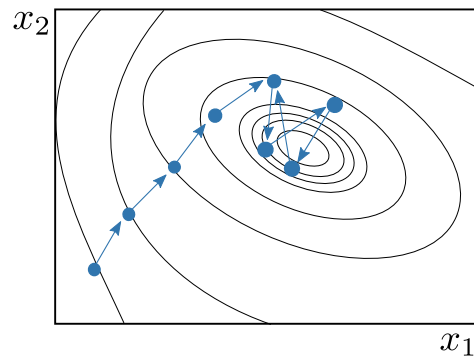

Abbildung 3: Überspringen des Optimums
- $\lambda$  zu groß  $\rightarrow$  Überspringen des Optimums (siehe Abb. 3)